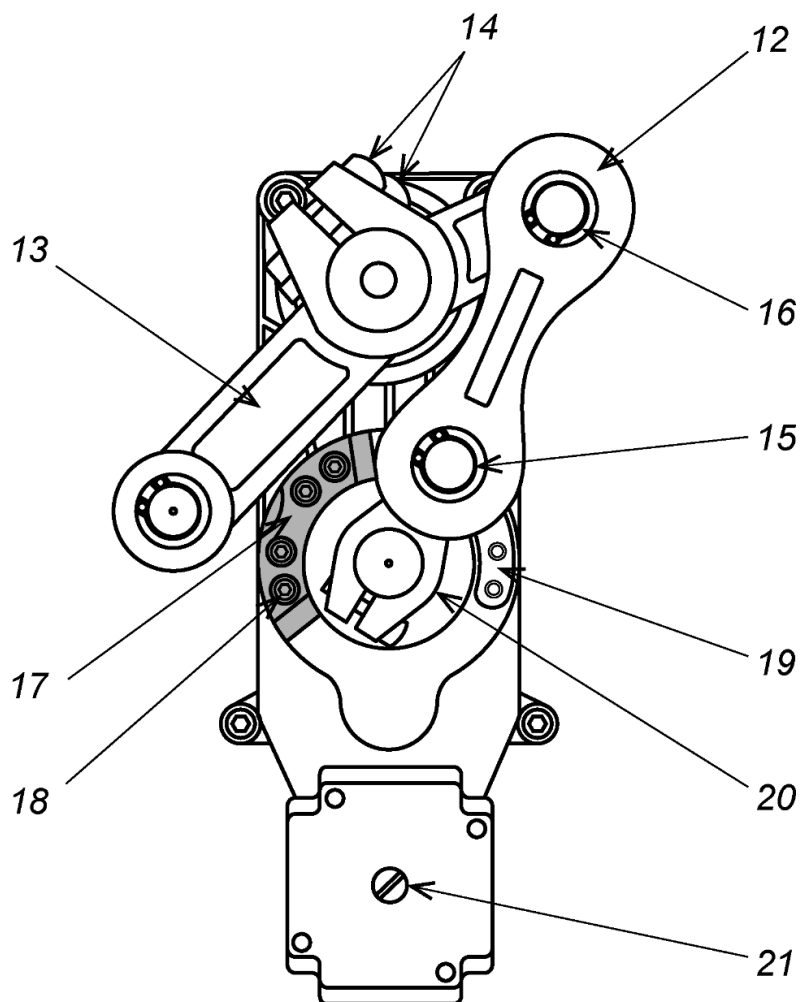

Рисунок 9. Порядок переустановки стрелы шлагбаума
По умолчанию шламбаум поставляется с положением стрелы, рассчитанной на правосторонний проезд (стойка шламбаума фронтальной стороной располагается справа от проезжей части). При необходимости изменения этого положения на противоположное выполните следующие действия (см. рис. 9):
Для разблокировки стрелы откройте дверцу шлагбаума, отключите питание шлагбаума и вращайте винт (ручку) (21) разблокировки привода (см. рис. 9) влево или вправо до тех пор, пока нижний шарнир шатуна (12) не выйдет из крайнего положения и стрела не станет поддаваться ручному воздействию вверх или вниз.
1. Откройте дверцу (2) стойки слагбаума.
2. Шестигранным ключом S10 ослабьте два болта (14), фиксирующие рычаг (13) на валу кронштейна стрелы (см. рис. 9). Придерживайте стрелу от падения!